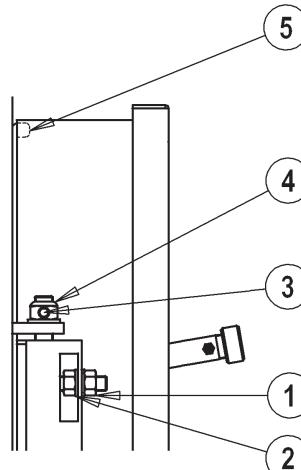

fig. 9
5.6.1 Per modelli PREXTERM RSW 92N÷600N (Fig. 9)